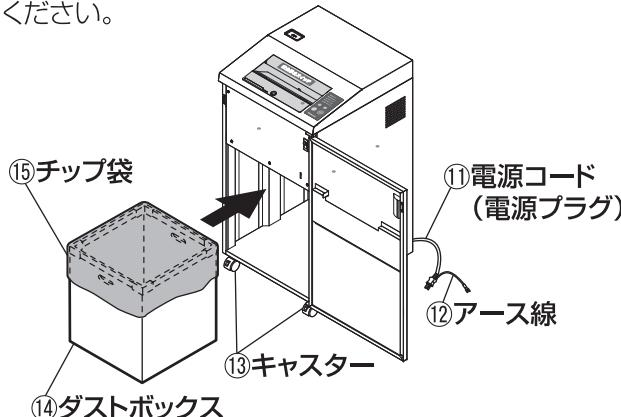

図7 ダストボックスのセット
- ダストボックス⑭にチップ袋⑮をセットし、奥に当たるまで押し入れてください。
- チップ袋⑮は、ダストボックス⑭の内側に密着するようにセットしてください。密着が不十分な場合、満杯センサーの誤作動や細断紙片が飛散する原因になることがあります。図7 参照
- 電源コード⑪の電源プラグを、電源コンセントに差し込んでください。アース線⑫をアース端子に接続してください。